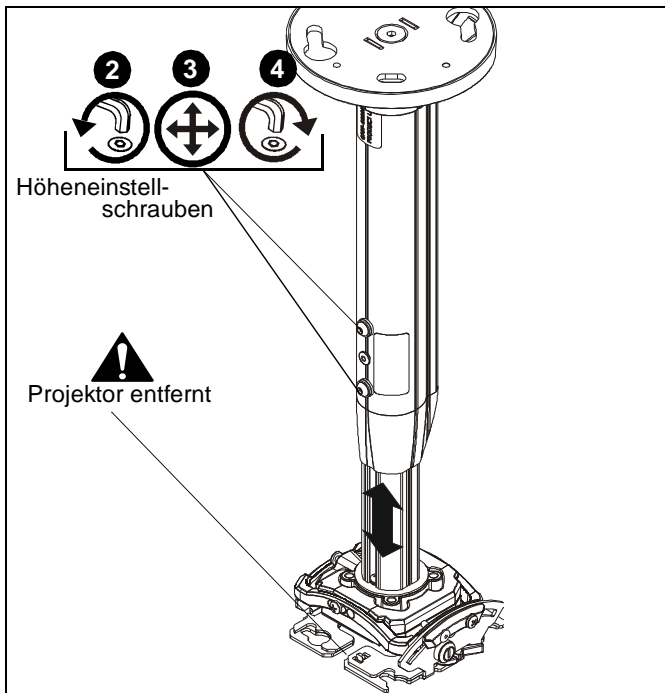

Abb. 26
2. Lockern Sie die Höhereinstellschrauben. (Siehe Abb. 26)
3. Stellen Sie die Höhe wunschgemäß ein, wobei Sie die Projektorhalterung festhalten müssen. (Siehe Abb. 26)
4. Ziehen Sie die Höhereinstellschrauben fest. (Siehe Abb. 26)